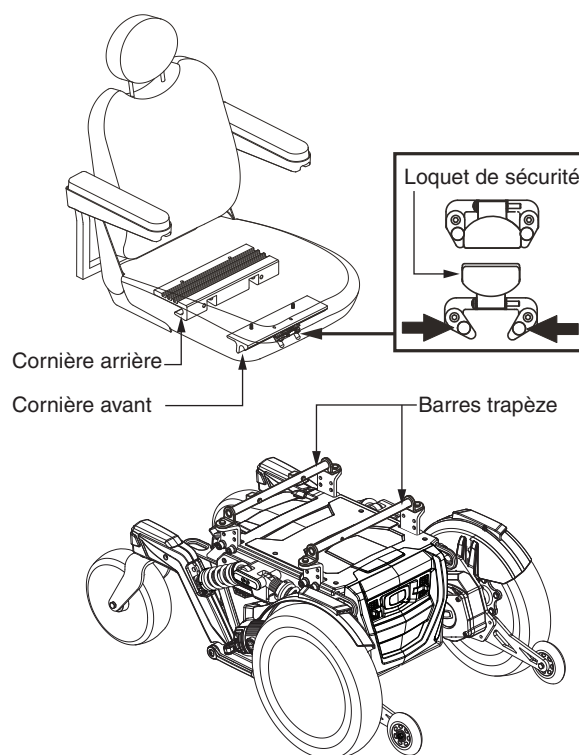

Figure 5. Système de montage universel et siège Contour
Il se peut que vous ayez à installer le siège avant la première utilisation ou après avoir transporté votre fauteuil motorisé. La plupart des sièges sont fixés à la base à l'aide du « Système de Montage Universel » (SMU). Le système de montage universel (SMU) est composé de pièces compatibles au siège sans égard à la largeur ou à la profondeur du siège. Les deux pièces principales sont des cornières d'aluminium montées sur la base du siège. Celles-ci se fixent sur la paire de barres trapèze fixées sur la base motorisée. **Voir la figure 5.**
1. Inclinez le siège vers l'arrière et glissez la cornière arrière sur la barre trapèze arrière. **Voir la figure 5.**
4. Basculez le loquet du siège vers le haut. **Voir la figure 5.**